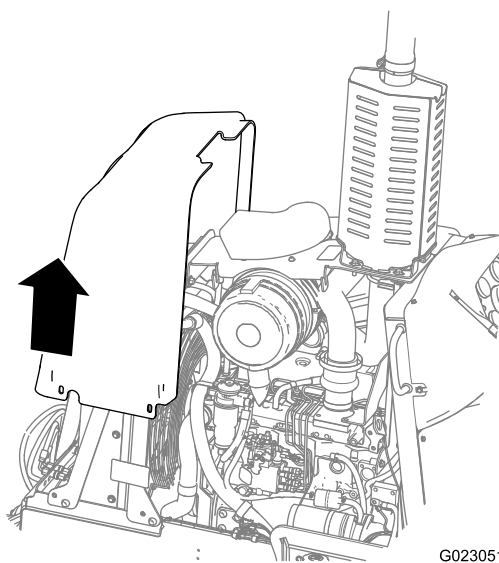

Bild 40
4. Heben Sie die Motorhaube an und nehmen Sie sie von der Maschine ab (Bild 40).
2. Senken Sie die Motorhaube auf die Maschine ab (Bild 40).